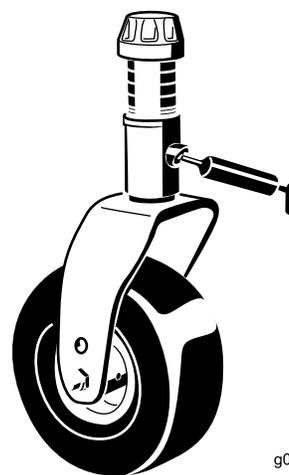

Figura 45
- Dois casquilhos de eixo da forquilha da roda giratória (Figura 45)